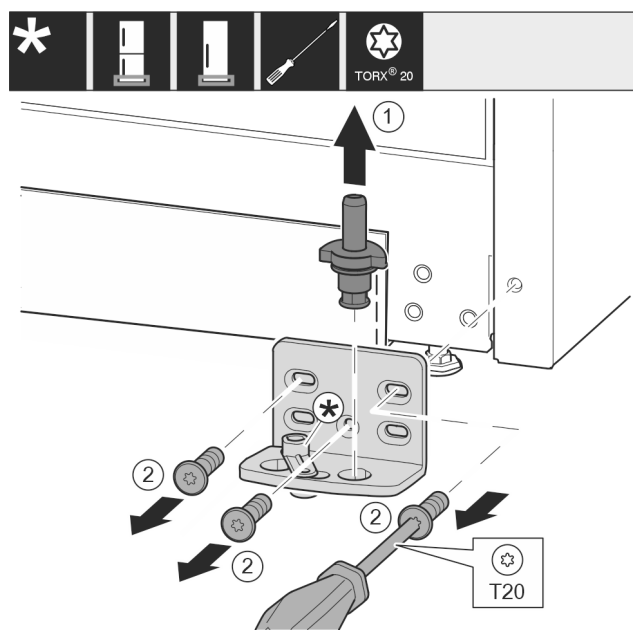

Fig. 13
- ▶ 将轴承螺栓 Fig. 13 (1) 完全向上拉出。
- ▶ 将螺钉 Fig. 13 (2) 用螺丝刀旋开并取下托架。